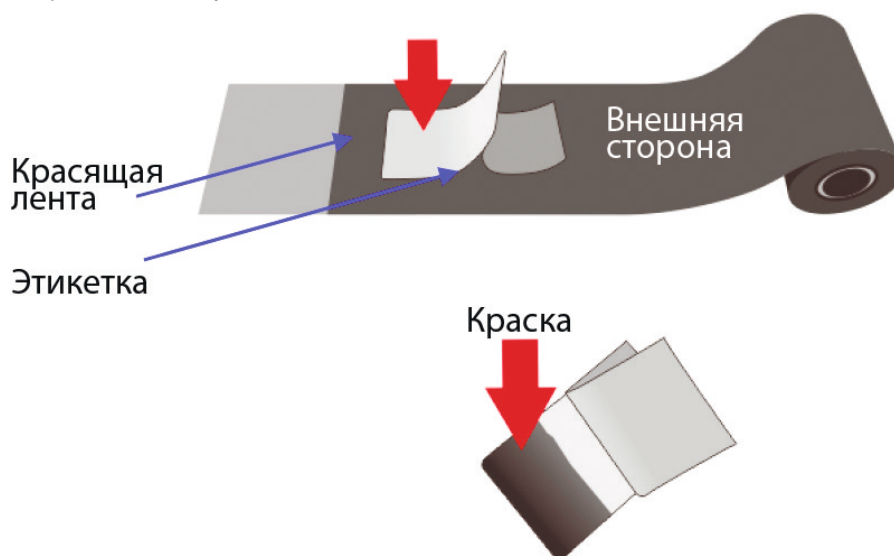

Рисунок 2-6 Определение стороны красящего слоя
3. Приклейте этикетку к внешней/внутренней стороне ленты, чтобы проверить, на какой стороне находится краска. См. Рисунок 2-6.